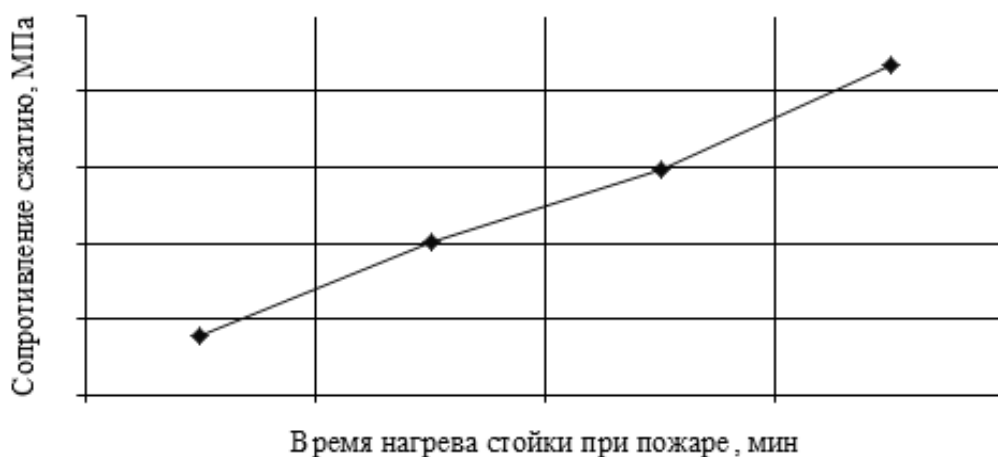

Рисунок 2
- график снижения сопротивления сжатию в зависимости от времени (рис. 2);